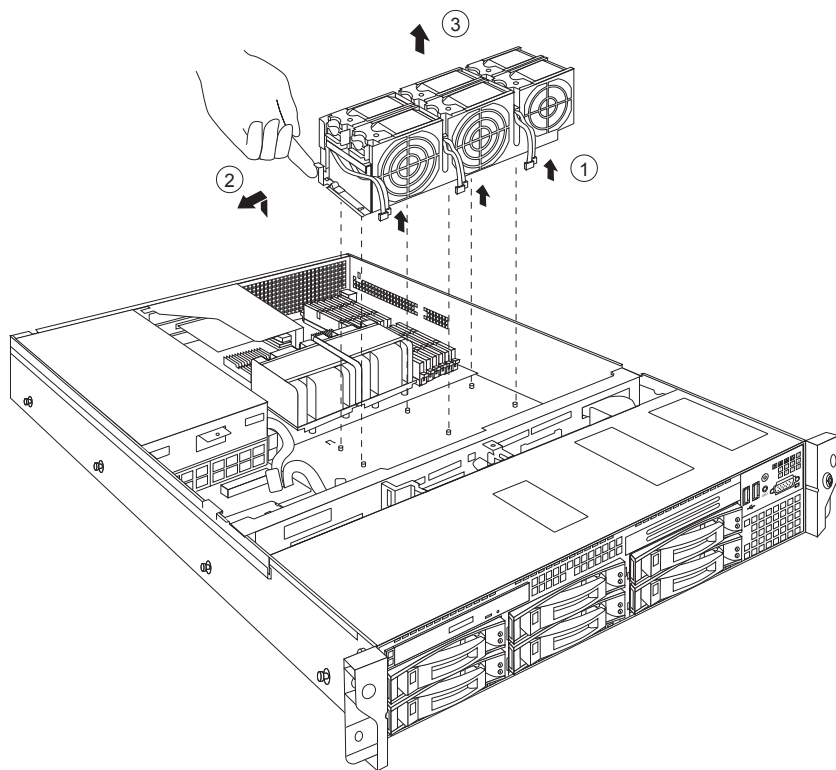

图 20 R525_35 服务器 风扇模组拆装示意图
4. 如图 20 中①所示，拔掉风扇模组的所有电源连接线。
5. 如图 20 中②所示，往上提起风扇模组锁扣，同时往外推风扇模组。